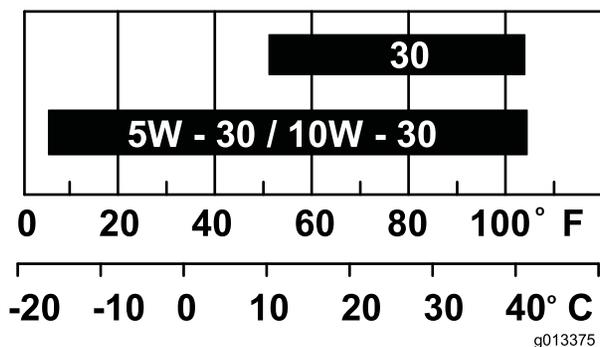

Figura 32
**Nota:** Utilice aceite SAE 10W-30 para el uso general. Puede utilizar las otras viscosidades indicadas en la tabla si la temperatura media de su zona está dentro del intervalo indicado (Figura 32).